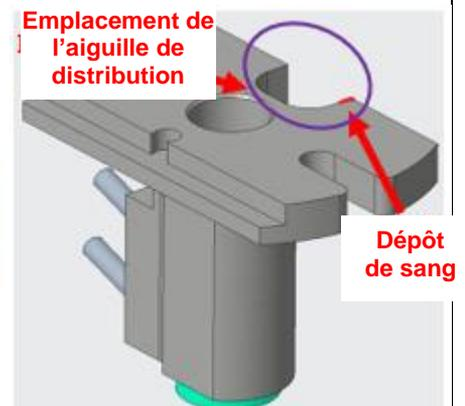

Figure 2 – Détail du chemin de lavage de l'aiguille de distribution
8. Repérez le chemin de l'aiguille de distribution (voir la Figure 2 ci-dessous).
9. Nettoyez l'intégralité du bord du chemin de la ligne de distribution à l'aide d'un coton-tige non pelucheux imbibé d'eau distillée et inspectez le coton-tige pour vérifier la présence de sang (voir la Figure 2 ci-dessus).